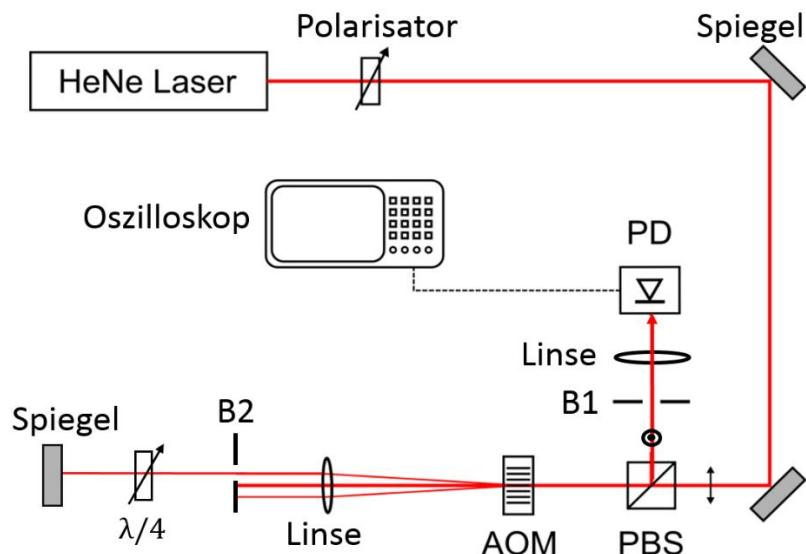

Abbildung 5. Schematischer Aufbau zur Messung der Beugungseffizienz in Doppel-Pass Konfiguration. B1: Blende 1; B2: Blende 2.
- (a) Setzen Sie eine weitere Blende so in den Aufbau des AOMs in Doppel-Pass-Konfiguration, dass nur der Strahl mit der -1. Ordnung wieder durch den AOM zurückgeführt wird und benutzen Sie eine zusätzliche Linse damit der Lichtstrahl den Chip des Photodetektors vollständig trifft (siehe Abbildung 5). Überprüfen Sie, ob der Winkel, unter dem der Strahl auf den AOM trifft, die Bragg-Bedingung erfüllt. Modulieren Sie dazu die Spannung U_F mit einer geeigneten periodischen Funktion zwischen 0 V und +10 V, während Sie sich das Spannungssignal des Photodetektors auf dem Oszilloskop anschauen. Für welche Spannung U_F stellen Sie demnach den Bragg-Winkel ein? Beobachten Sie außerdem die Position der verschiedenen Beugungsordnungen auf Blende B2. Was stellen Sie fest?